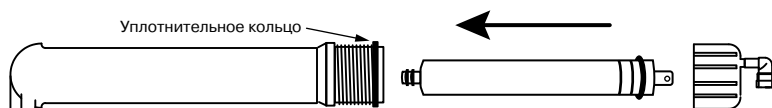

Рис. 15
1. Установите префильтр(ы). Первый префильтр (маркировка на колбе PREFILTER) уже установлен во всех моделях. В во вторую колбу (маркировка CARBON) установите угольный картридж. В третью ступень (SEDIMENT) установите механический префильтр. Картриджи, соответствующие ступеням очистки для каждой модели фильтров, перечислены в таблице на стр. 18. Для установки картриджа необходимо раскрутить колбу при помощи ключа (10). Аккуратно снимите защитную пленку с картриджа и установите его в колбу. Обратите внимание на маркировку “THIS END NEXT TO VESSEL THREADS” на верхней крышке картриджа или на указания на этикетке. Закрутите колбу вручную, без применения ключа, не прикладывая чрезмерных усилий.
2. Установите мембрану. Для этого отсоедините трубку (Н) от быстроразъемного коннектора крышки мембраны. Откройте крышку колбы мембраны (маркировка MEMBRANE). Смажьте силиконовой смазкой резиновые уплотнения мембраны. Установите мембрану в корпус согласно **рис. 15**. Смажьте силиконовой смазкой уплотнение крышки колбы мембраны и аккуратно установите его на колбу. Закрутите крышку колбы мембраны и пристыкуйте трубку (Н). Следите, чтобы уплотнительное кольцо крышки колбы было установлено на колбе без перекосов.